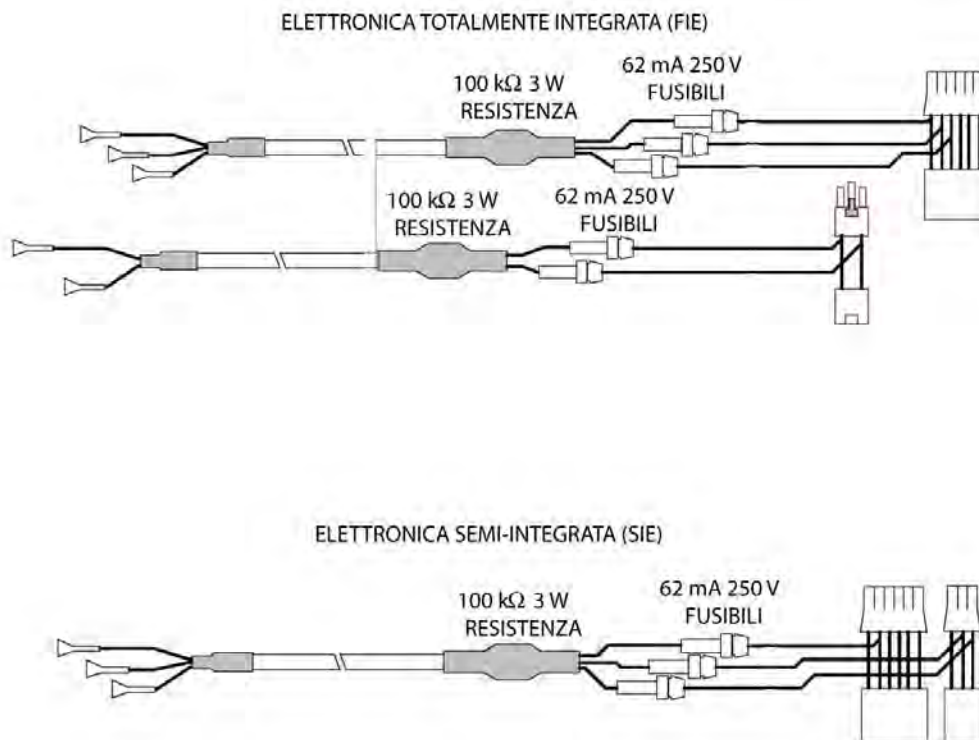

Figura 1 Cablaggio per prova bus CC
5. Controllare l'integrità dei fusibili e dei resistori nel cablaggio per prova bus CC mediante un multimetro impostato sulla resistenza. Controllare ogni cavo singolarmente (fare riferimento a Figura 1). La resistenza deve essere di circa 100kΩ.